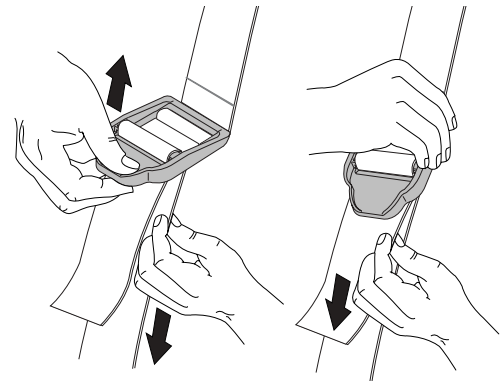

Abb. 9
- Zum Verlängern den Gurt nach unten ziehen und das Ende der Schnalle anheben (Abb. 9).
- Zum Verkürzen des Tragegurtes, einen längeren Teil des Gurts durch die Schnalle ziehen und diese dabei festhalten (Abb. 9).